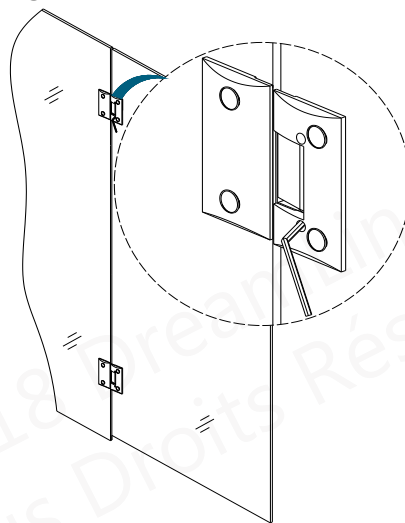

Figure 2
2. Les charnières sont auto-fermantes et pré-ajustées à 172° degrés. Vous pouvez modifier cet angle en utilisant les vis de réglage sur la plaque de la charnière. **(Figure 2)**